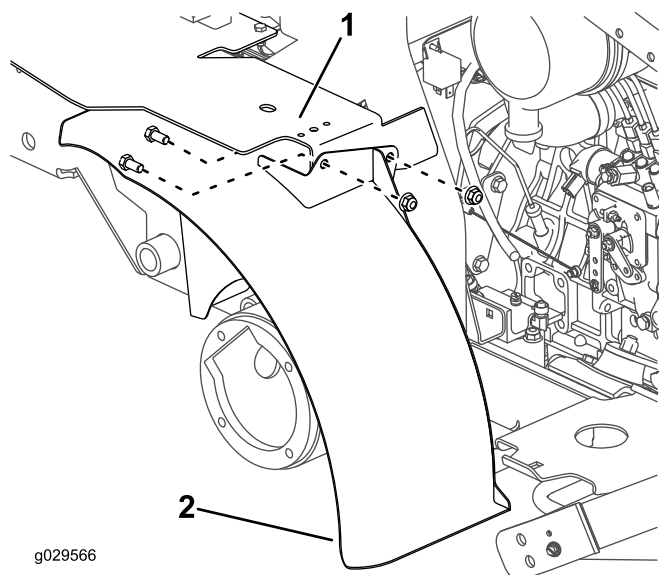

Figura 9
6. Montate, senza serrarla, la staffa della parte superiore del parafango sinistro sulla staffa del serbatoio del carburante con 2 bulloni (3/8 x 3/4 poll.) e 2 dadi (3/8 poll.), come illustrato nella Figura 9.